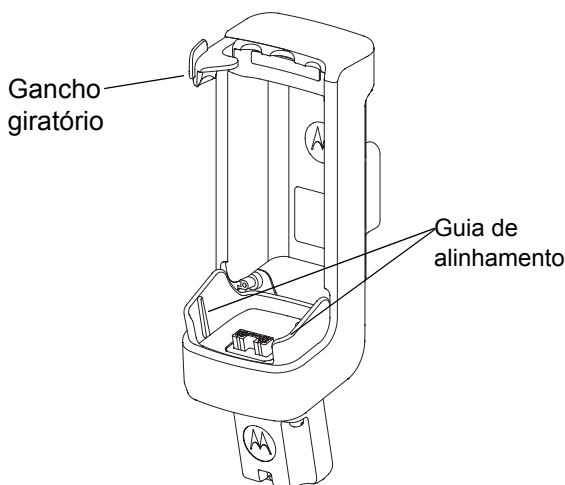

Figura 1. Base de carregamento PMLN6182 com módulo de alimentação para veículos.
1. Coloque o Terminal Portátil TETRA no suporte alinhando as ranhuras no fundo do Terminal Portátil TETRA com os guias de alinhamento no fundo do suporte, conforme ilustrado na figura 1, abaixo.
1. Empurre o gancho rotativo na direção dos ponteiros do relógio para soltar (ver figura 1 na página 3).